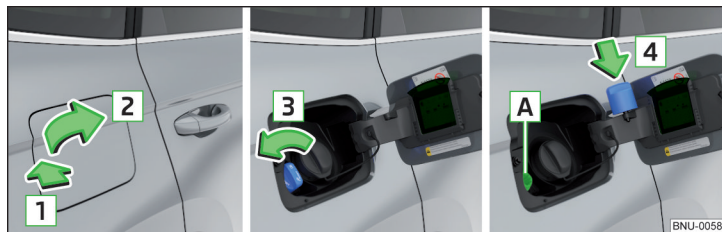

Abb. 295 **Tankklappe aufklappen / Tankverschluss herausdrehen / Tankverschluss auf die Tankklappe stecken**
- Auf die Tankklappe in Pfeilrichtung 1 drücken und diese in Pfeilrichtung 2 aufklappen » Abb. 295.